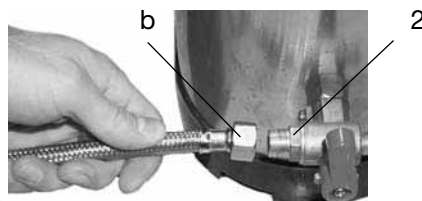

figura 4
- 2) Collegare il tubo **b**, dell'aspirazione della pompa interna, con il rubinetto **2** dell'addolcitore (figura 4).